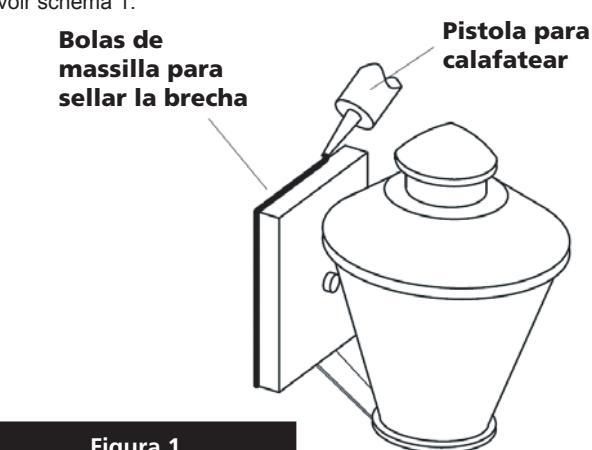

Figura 1
6. Luego, pase el tornillo (**A**) en la parte inferior de la parte superior de la jaula (**C**) hasta que quede firme para asegurar la caja en la parte superior de la luminaria – **Véase la Figura 1**.
1. Conecte el cable de alimentación positivo (A) (normalmente negro o la cara lisa, sin marcas del cable de dos conductores) de plomo accesorio positivo (B) con un giro de tamaño adecuado en el conector – **Véase la Figura 1 y 2**.
2. Conecte el cable de alimentación negativa (C) (por lo general de color blanco o el lado marcado estriado del cable de dos conductores) de plomo accesorio negativo (D).
Para conectar a tierra en un sistema eléctrico de 3 hilos, fije el cable de tierra del artefacto (E) (generalmente de cobre o verde recubierto de plástico) a la brida de montaje accesorio (M) con el tornillo de tierra (S) – **Véase la Figura 1**. Nota : En las correas de accesorios compatibles tornillos, primero instale los dos tornillos de montaje de la correa. Cualquier agujero roscado restante puede ser utilizado para el tornillo de tierra.